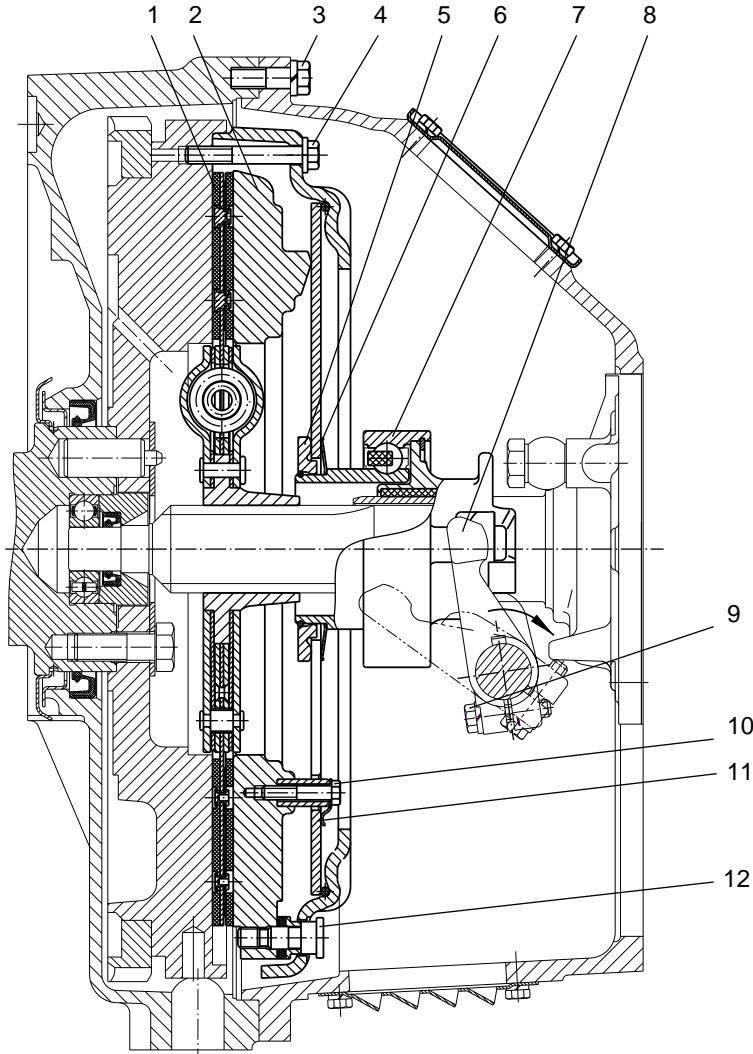
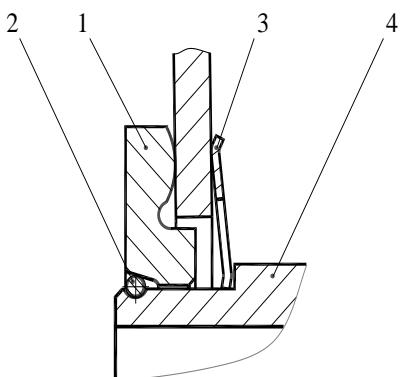

Рис. 25. Сцепление:
Рис. 27. Установка муфты выключения сцепления:
Диафрагменное сцепление (рис. 25) состоит из ведущих и ведомых частей, а также механизма выключения.
Механизм выключения сцепления состоит из муфты с подшипником 7 (см. рис. 25) и вилки 8 с валом, на шлицевой конец которого устанавливается рычаг. Муфта выключения сцепления соединяется с диафрагменной пружиной с помощью запорного устройства (рис. 27). При работе муфта центрируется по направляющей крышки заднего подшипника первичного вала коробки передач и удерживается от поворота боковыми поверхностями вилки. Выключение сцепления осуществляется поворотом вала по часовой стрелке (см. рис. 25).
1. Установить муфту на нажимной комплект (корзину) в соответствии с рис. 27.